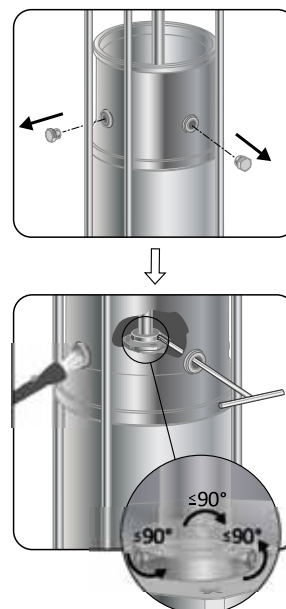

Рис. 1 Ослабление фиксирующих винтов (113)
1. Очистите торец вала (51) при помощи ткани.
2. Если торцевые уплотнения (105) можно использовать повторно, удалите с поверхности вала (51) дефекты и царапины при помощи приспособления Е и мелкой наждачной бумаги.
3. Ослабьте три фиксирующих винта (113) верхнего уплотнения вала (105). Учтите, что регулировочные винты необходимо ослабить не более чем на 1/4 оборота.
5. Аккуратно снимите торцевое уплотнение (105) с вала (51).
7. Снимите гайки (36) и шайбы (66а).
9. Снимите крышку головной части (2). Для снятия гильзы (55) используйте пластиковый молоток.
10. Снимите кольцевое уплотнение (37) с крышки головной части.
11. Удалите из крышки (2b) две верхние пробки (25), чтобы иметь доступ к фиксирующим винтам (113) нижнего уплотнения вала. См. рис. 1.
12. Ослабьте три фиксирующих винта (113) нижнего уплотнения вала (105). См. рис. 1.